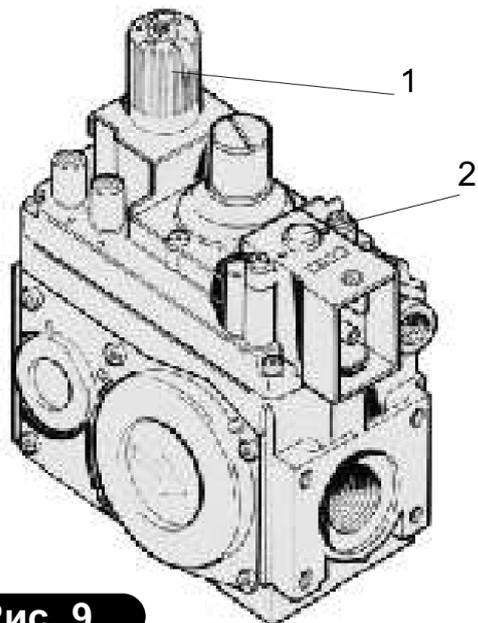

Рис. 9
7.4.3. Розжиг запальной горелки: нажмите и проверните круглую ручку управления поз.1 рис.9 до положения (✳).